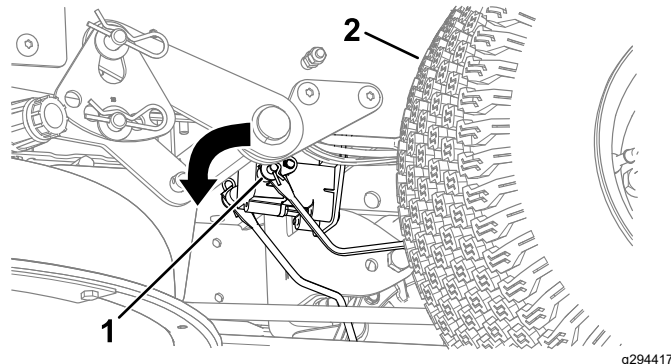

Рисунок 53
3. Найдите вал на электрическом тормозе, к которому подсоединены рычаги тяги тормоза (Рисунок 53).